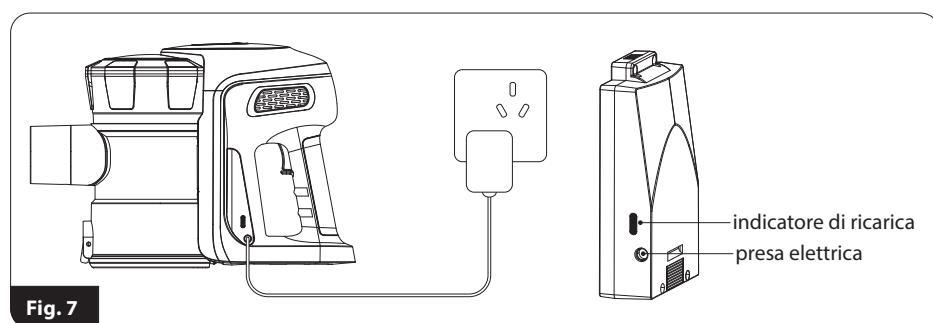

Fig. 7
2. Collegare il cavo del caricabatterie (25) alla presa del caricabatterie (6) e il caricabatterie alla presa di corrente (fig.7) - l'indicatore di carica (7) si illuminerà di rosso per indicare la carica in corso.